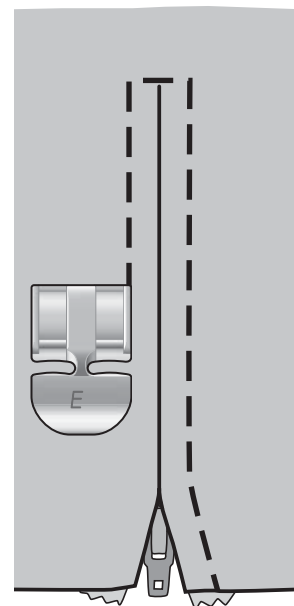

Fig. 3
6. Cominciare a cucire la base, girare il tessuto e cucire il lato sinistro della cerniera, avanzando dal basso verso l'alto (v. fig. 3).